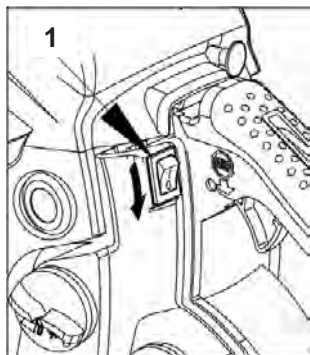

Рис. 13
2. Переведите выключатель двигателя в положение «0 — выключить» (рис. 13 поз. 1).